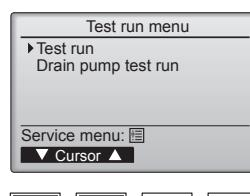

Fig. 7-4
④ С помощью кнопки [F1] или [F2] выберите пункт “Test run” (Тестовый прогон) и нажмите кнопку . (Fig. 7-4)